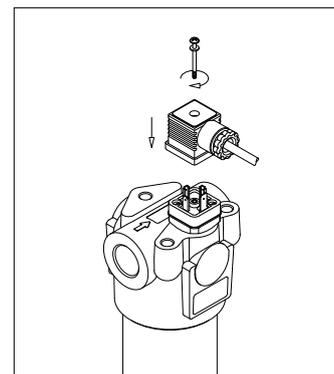

fig. 12
- (Fig. 12) Montare il connettore avvitando la vite centrale (solo per gli indicatori elettrici)